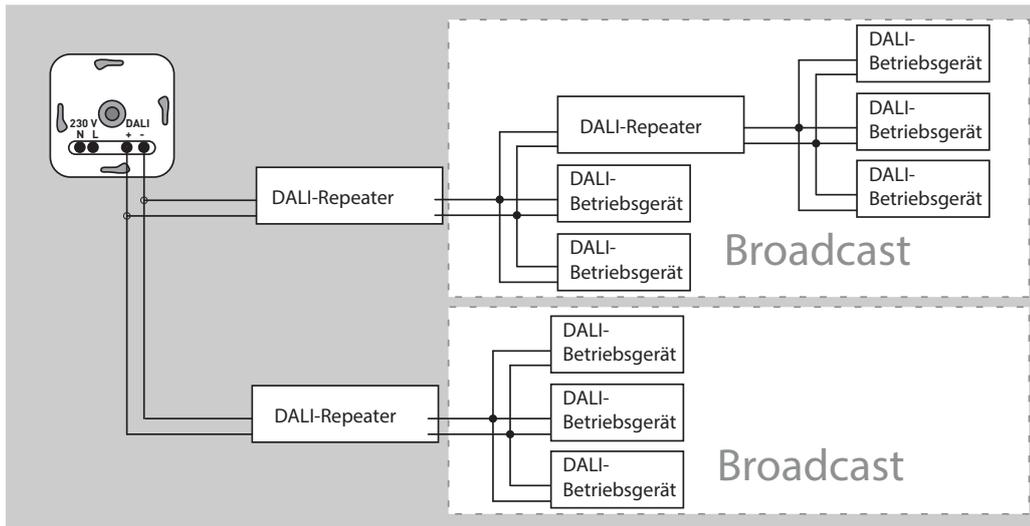

Abbildung 24:
- Ein DALI-Repeater kann als ein DALI-Teilnehmer (DALI-Betriebsgerät mit einer DALI-Adresse, siehe Abbildung 24) in die Installation integriert werden (siehe auch TRILUX Beleuchtungspraxis). Der Repeater benötigt einen Netzanschluss, um den Steuerstrom für weitere 64 DALI-Teilnehmer im Broadcast-Betrieb bereitstellen zu können.